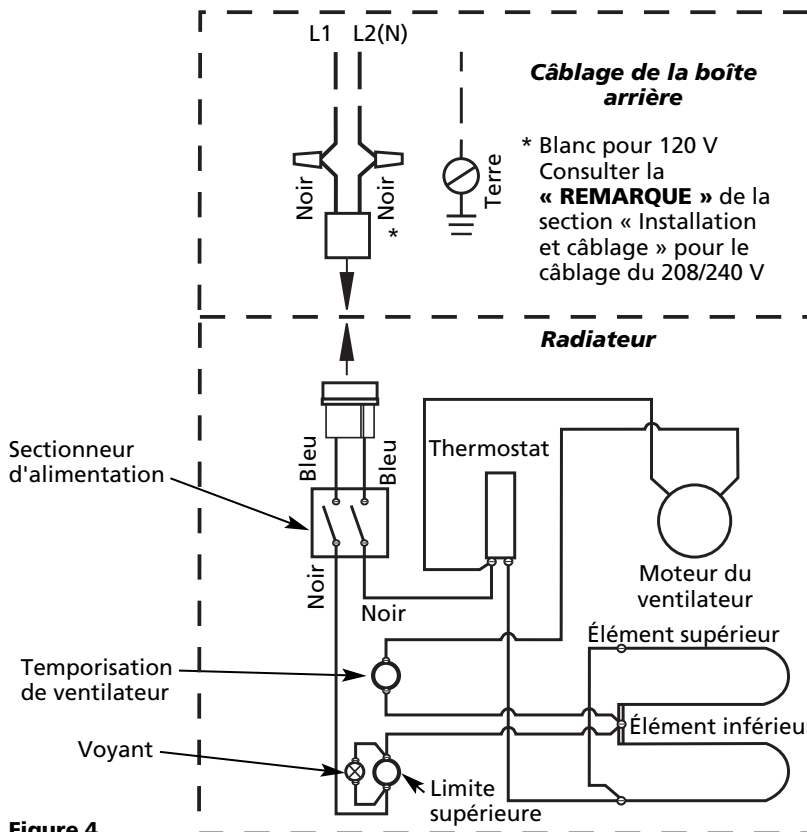

Figure 4
1. Suivre le schéma de câblage (Figure 4) pour connecter le câblage d'alimentation aux fils conducteurs du radiateur dans la boîte arrière.
de l'électricité exigent que les fils d'alimentation soient connectés aux fils noirs.) Connectez ensuite les deux fils d'alimentation noirs au deux fils de prise noirs (voir la Figure 4).